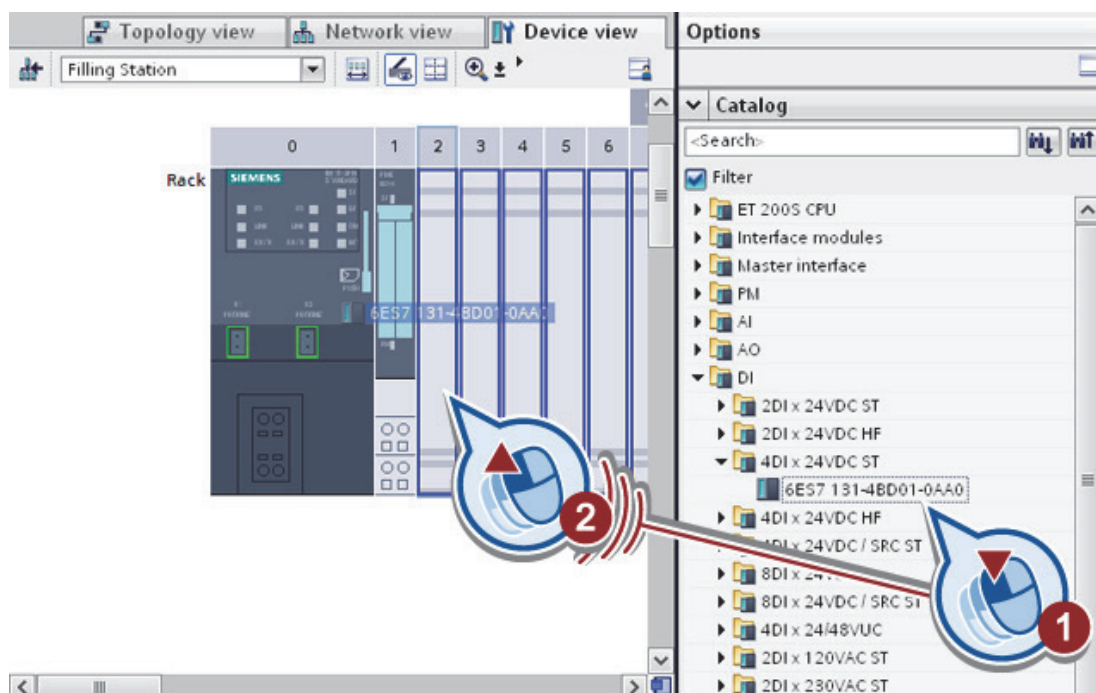

Рис. 1.16. Выбор цифрового модуля ввода
– выберите цифровой модуль ввода «4 DI x 24 VDC ST» < «6ES7 131-4BD01-0AA0» и перетащите модуль на слоте 2 (рис. 1.16).